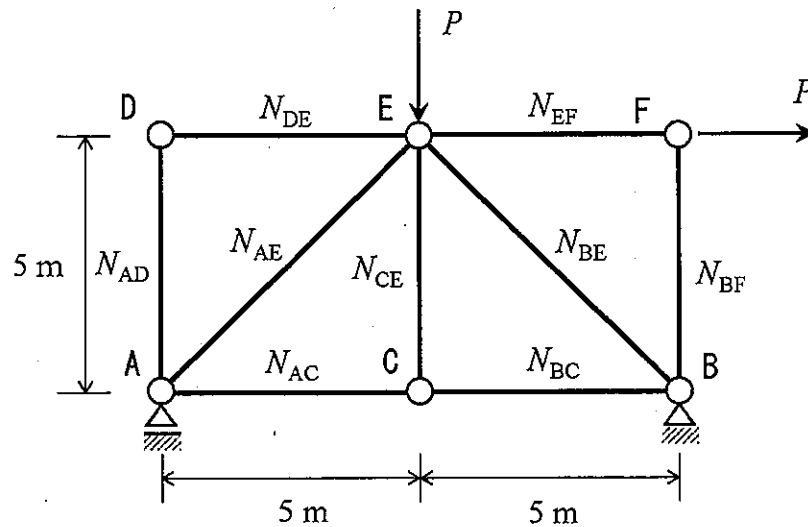

Fig. S-2
2. 図 S-2 に示す集中荷重を受けるトラス構造について次の問い 1)~4) に答えよ. ただし, 各部材の曲げ剛性は EI であるとする.
Answer the following questions 1) to 4) about a truss structure subjected to concentrated loads shown in Fig. S-2. The bending stiffness of each member is EI .